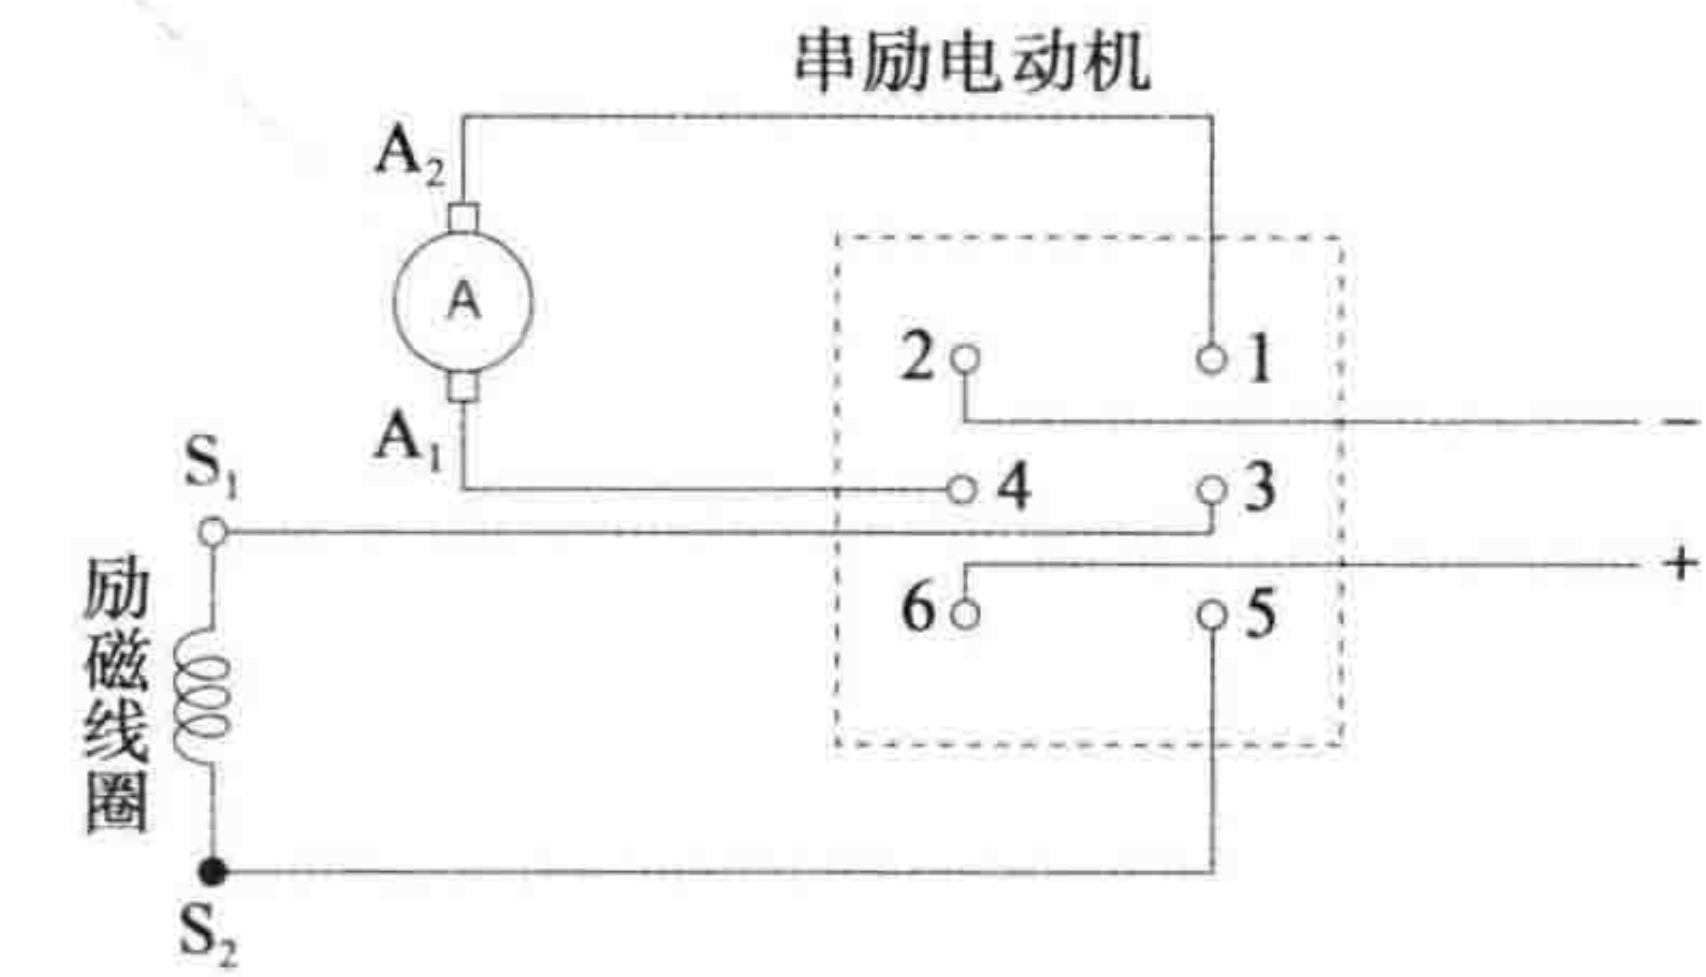

图 P-4
4. 在图 P-4 上画线，完成开关端子间的接线，使串励电动机可以反转。